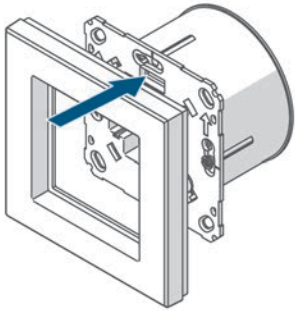

Abbildung 6
- Halten Sie die Systemtaste für 4s gedrückt (*Abb. 6*).